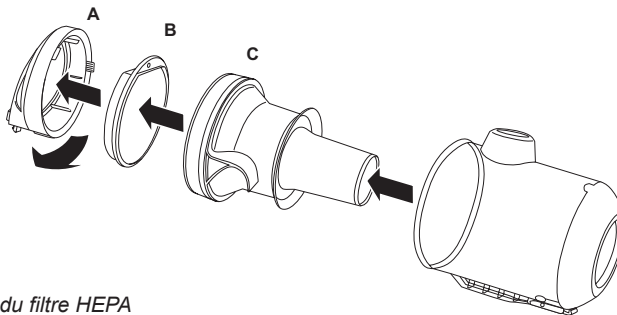

Figure 11
2. Tournez la couvercle du collecteur de poussière. (A)
3. Tournez le deuxième filtre du collecteur de poussière. (B)
4. Tournez le troisième filtre de l'aspirateur. (C)
⚠ Attention: Ne verrouillez pas le deuxième filtre (C) (voir figure 11) au collecteur de poussière. Cela se fait automatiquement quand vous remplacez et verrouillez le couvercle (A).